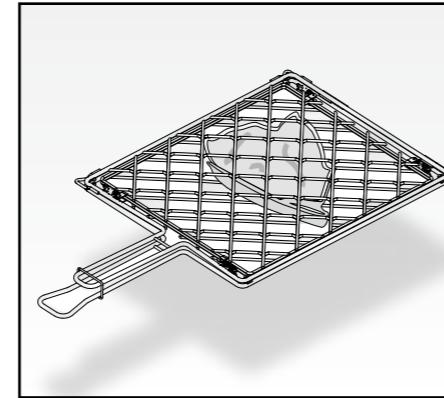

Fig. 3
- Durante il riscaldamento delle piastre potete inserire i cibi da cuocere nella griglia (16).
Per una cottura perfetta ed omogenea, si consiglia di porre gli alimenti da cuocere al centro della griglia (16) e chiudere perfettamente con il relativo anello (Fig. 3).